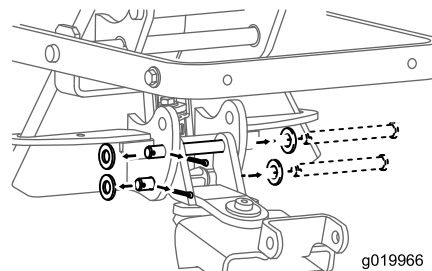

図 1
- 既存のブラケットおよびラッチ機構の下側の端部を固定しているコッターピンとクレビスピンを外して廃棄する (図 1)。